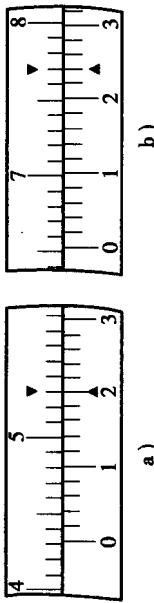

图 2—2 a) b) 图读数为 _____
- 简述图 2—2 游标卡尺的读数方法，并读出下列游标卡尺的数值。